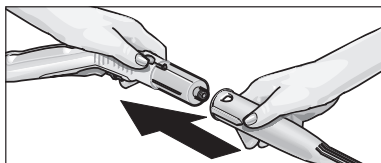

Рис. 2: Присоединение насадок к паровому пистолету-распылителю
• Соединить нужную насадку (D1,E1,F1) с паровым пистолетом-распылителем (C1). Для этого следует насадить трубчатый конец насадки на паровой пистолет, пока кнопка разблокировки (C3), находящаяся на паровом пистолете, не защелкнется (см. рис. 2).